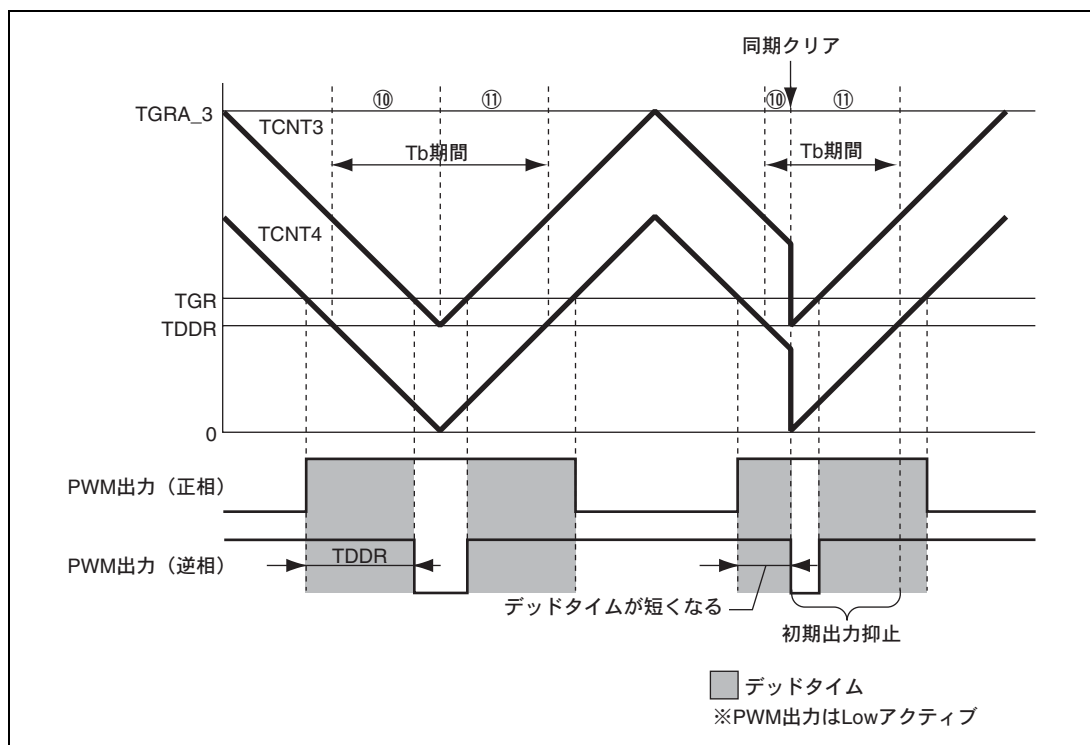

図 27.113 条件 (1) の同期クリア例
条件 (1) 初期出力の抑止期間^⑩にて、PWM 出力がデッドタイム期間中に、同期クリアする（図 27.113）。